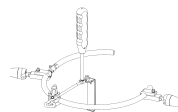

Figure 15
- Pour incliner les **lames de l'écarteur**, utilisez la **clé hexagonale** (AL-0106) pour desserrer le mécanisme pivot sur le **porte-lame** et manipulez la **lame de l'écarteur** à la main jusqu'à la position désirée. Pour sécuriser la **lame de l'écarteur**, serrez le mécanisme pivot avec la **clé hexagonale**. (Figure 15)